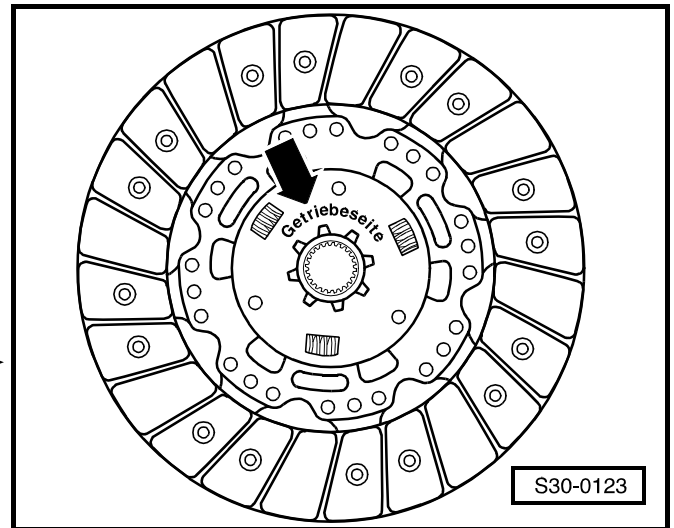

Fig. 5: Contrôler les extrémités des ressorts a membrane ►
- Contrôler les extrémités des ressorts a membrane ⇒ Fig. 5 au **30-3** page 5